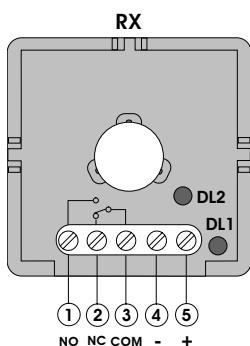

Fig. 4
- Effectuez les connexions électriques sur les bornes du Récepteur (fig.4) et de l'Emetteur (fig.5).
- d) Alimentez la photocellule en contrôlant l'allumage du voyant DL1 sur le Récepteur (fig.4) et sur l'Emetteur (fig.5).
- e) Alignez manuellement le Récepteur et l'Emetteur en les orientant verticalement et horizontalement, en cherchant la position dans laquelle le voyant DL2 placé sur le Récepteur (fig. 4) commence à clignoter de plus en plus vite.
- Realizar los enlaces eléctricos en los tableros de bornes del Receptor (fig. 4) y del Transmisor (fig. 5).
- d) Alimentar la photocélula verificando que el Dispositivo luminoso DL1 se enciende en el Receptor (fig. 4) y en el Transmisor (fig. 5).
- e) Alinear manualmente el Receptor y el Transmisor orientándolos en sentido vertical y horizontal, buscando la posición en la que el Dispositivo luminoso DL2 del Receptor (fig. 4) empieza a iluminar intermitentemente siempre más rápido.
- Die elektrischen Anschlüsse an die Klemmen des Empfängers (Abb. 4) und des Senders (Abb. 5) ausführen.
- d) Die Lichtschranke speisen und sicherstellen, daß die LED DL1 auf dem Empfänger (Abb. 4) und dem Sender (Abb. 5) aufleuchtet.
- e) Empfänger und Sender von Hand senkrecht und waagrecht ausrichten und hierbei die Stellung suchen, in der die LED DL2 auf dem Empfänger (Abb. 4) immer schneller zu blinken beginnt.